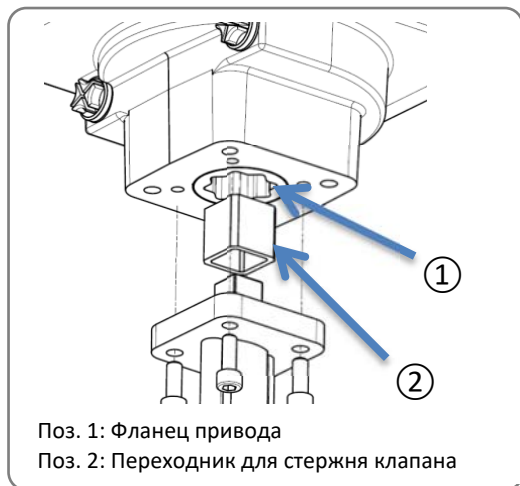

Рисунок 5: Фланец привода
- Снимите защитные колпачки (рис. 5; поз. 3) с обоих регулировочных винтов.